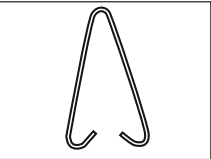
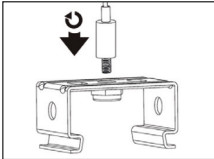

Рис. 5
Рис. 6
- 5.17 Для подвесного монтажа используйте специальные скобы для подвесного монтажа (рис.5, входят в комплект поставки) или скобы для накладного монтажа (рис.6, входят в комплект поставки) вместе с тросовой системой подвеса (не входит в комплект поставки). Возможный вариант тросового комплекта подвеса: 14061023064 CP 10 Suspension set, длина 1м, совместим со скобами для накладного монтажа.